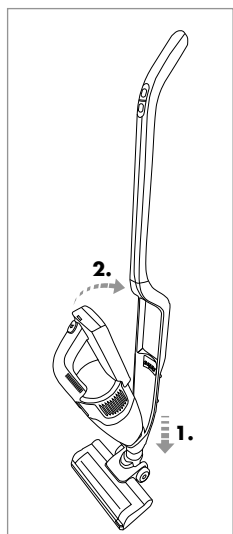

Fig. 3
- 1) Pour relier la partie portable **3** au manche **12**, glissez la pointe de la partie portable **3** dans l'évidement de la cavité pour partie portable **14** (fig. 3).
- 2) Poussez ensuite la poignée **2** de la partie portable **3** dans la cavité pour partie portable **14** de manière à ce que la partie portable **3** s'enclenche et soit bien serrée (fig. 3).